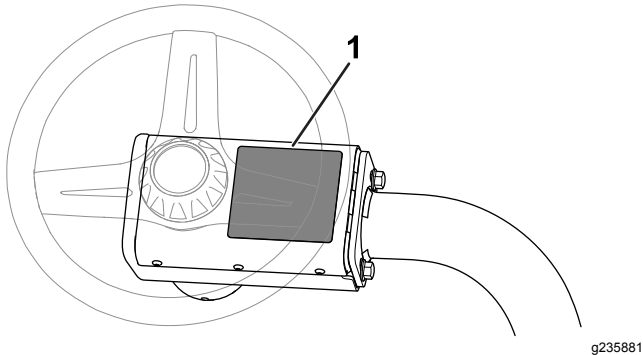

Figura 15
- Applicare l'adesivo di avvertenza CE (n. cat. 136-8505) sull'adesivo di avvertenza esistente (n. cat. 136-8506); fate riferimento a Figura 15.